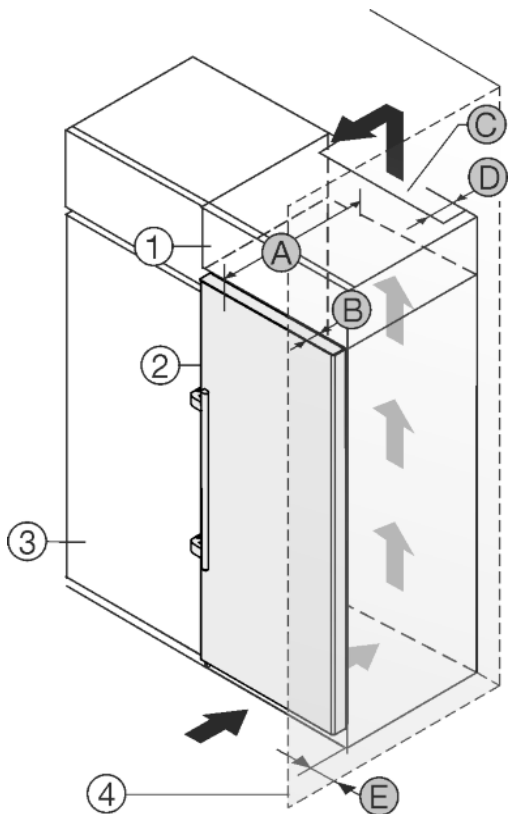

Fig. 22
L'appareil peut être réagencé avec des buffets de cuisine. Pour adapter l'appareil Fig. 22 (2) à la hauteur du coin cuisine, une rehausse Fig. 22 (1) peut être posée sur l'appareil.
L'appareil peut être installé directement à côté du buffet de cuisine Fig. 22 (3). Pour pouvoir ouvrir complètement les portes, l'appareil doit déborder de la profondeur Fig. 22 (B) par rapport à la façade du buffet. L'appareil peut déborder encore plus en fonction de la profondeur des buffets et de l'utilisation de cales d'épaisseur.
- Une sortie d'air avec la profondeur Fig. 22 (D) doit être présente au dos de la rehausse sur toute sa largeur.
- La section de ventilation Fig. 22 (C) sous plafond doit être respectée.
Si l'appareil avec les charnières est installé près d'une paroi Fig. 22 (4), la distance Fig. 22 (E) entre l'appareil et la paroi doit être respectée. Ceci correspond à la saillie de la poignée avec la porte ouverte.